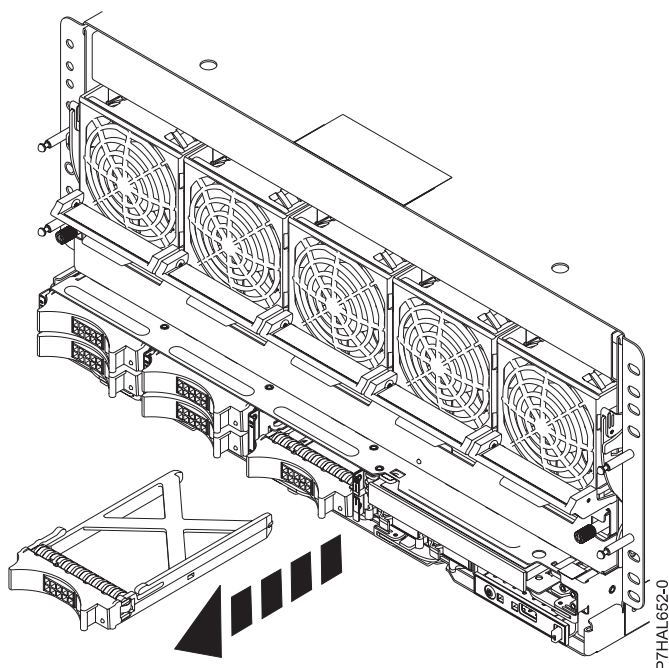

Figura 46. Extracción de un panel de relleno de unidad de disco del sistema
2. Sujete el asa del panel de relleno (**A**) y extraiga el panel de relleno de unidad de disco de la ranura, como se muestra en Figura 46 en la página 84.